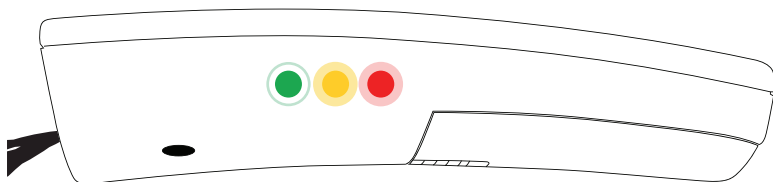

figura 9
B. Alguns segundos depois a luz VERDE começa a piscar, indicando que as configurações estão sendo baixadas da Central (Figura 9).